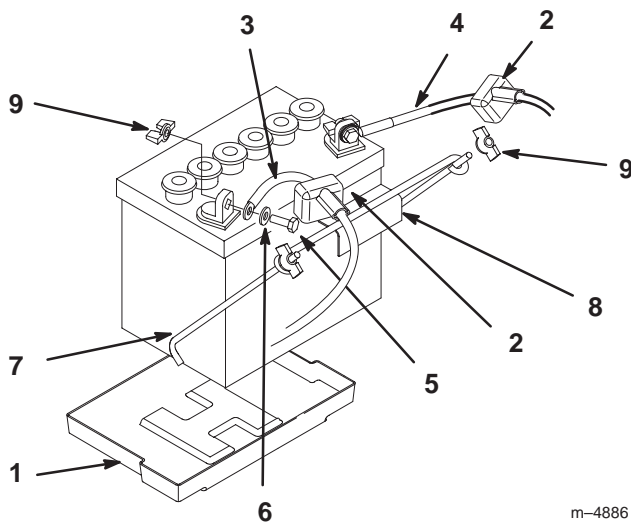

Bild 92
1. Legen Sie die Batterie in den Ständer, wobei die Klemmen zum Motor weisen (Bild 92).
4. Sichern Sie die Kabel mit zwei Schrauben (1/4 x 3/4 Zoll), 2 Scheiben (1/4 Zoll) und 2 Klemmmuttern (1/4 Zoll) (Bild 92) ab.
6. Führen Sie die Stützstangen in die Befestigungslöcher ein (Bild 92). Befestigen Sie die Batterie mit zwei Stützstangen, einer Klemmleiste und zwei Flügelmuttern (1/4 Zoll). Ziehen Sie die Flügelmuttern so fest, dass die Batterie sicher in ihrer Einbaulage gehalten wird und nicht rutschen kann. **Ziehen Sie die Bolzen nicht zu fest an.**
2. Klemmen Sie zunächst das Minuskabel und den Erdungsdraht vom Minuspol (-) der Batterie ab (Bild 92).
3. Ziehen Sie die rote Polkappe vom roten Pluspol der Batterie ab. Ziehen Sie dann das rote Pluskabel ab (Bild 92).
4. Entfernen Sie beide Flügelmuttern (1/4 Zoll), mit denen die Batterieschelle und die Stützstangen befestigt sind (Bild 92).